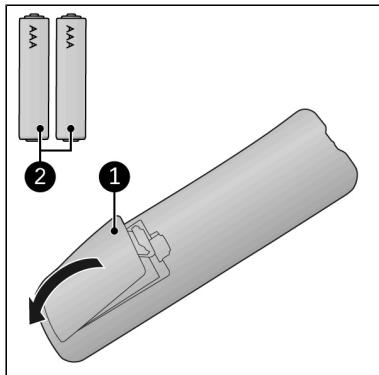

Figure 13.
1. Verwijder het afschermplaatje (Figure 13, pos. 1).
2. Plaats twee batterijen (AAA 1,5V) (Figure 13, pos. 2) zoals aangegeven in het batterijvakje. Zorg dat u de batterijen er correct in doet.